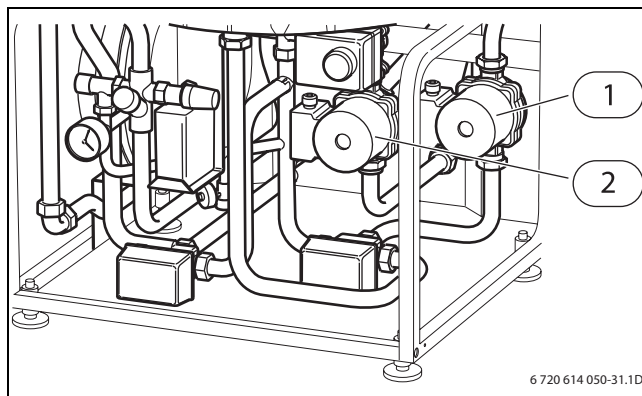

Fig. 72 Tilkoblingsfrirom innvendig enhet
- ▶ Kontroller om varmbærer-pumpen har stanset (→ fig. 72 på side 50).
- ▶ Kontroller om primærpumpen har stoppet (→ fig. 72, [1], side 50).